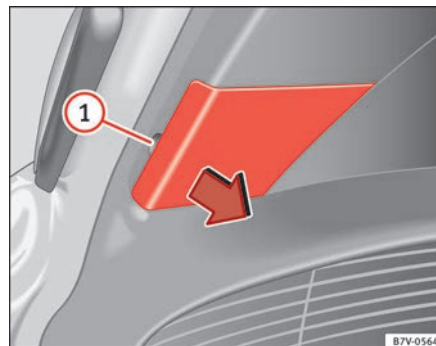

Fig. 209 Na porta do porta-bagagens: retirar a cobertura.
3. Retirar a cobertura cuidadosamente fazendo alavanca com a parte plana da chave de fendas das ferramentas de bordo (⇒ Fig. 198) pelo rebordo ⇒ Fig. 209 ①.